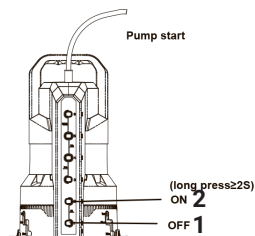

рис.7
3. Контроль низкого уровня воды (рис.7)